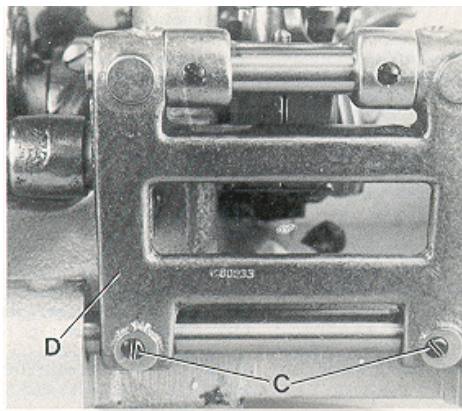

Fig.18
If an adjustment is necessary loosen the two set screws (C, Fig. 18) and move feed rocker (D) to the left or right as required. Retighten set screws.
Ist eine Einstellung notwendig, lösen Sie die Einstellstifte (C, Fig. 18) und schieben Sie den Transportantriebsrahmen (D) nach Bedarf nach links oder rechts. Ziehen Sie die Einstellstifte wieder an.